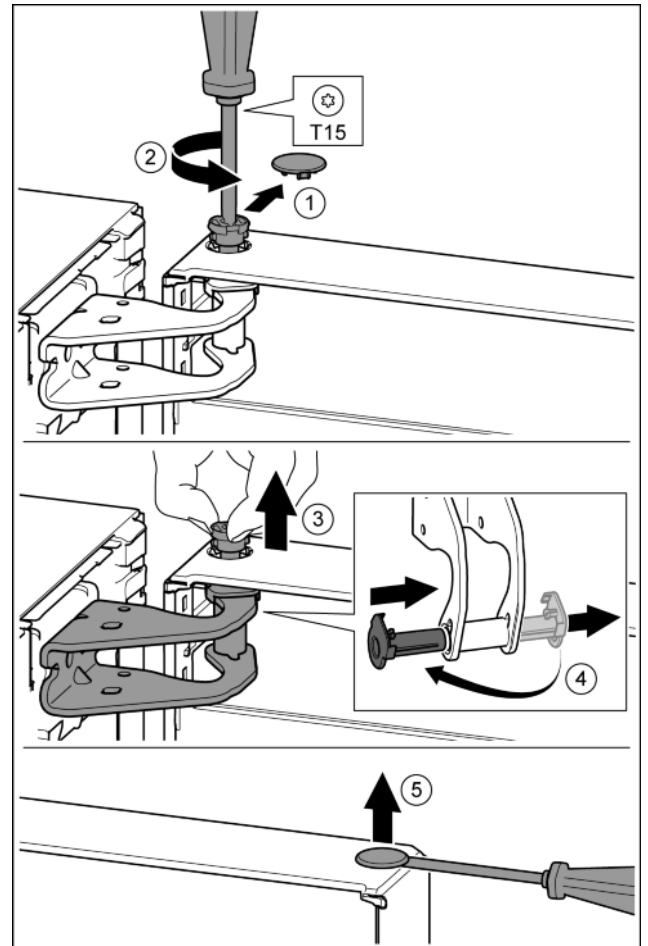

Fig. 9
- ▶ Facendo attenzione, togliere la copertura di sicurezza. Fig. 9 (1)
- ▶ Con un cacciavite T15 svitare leggermente il perno. Fig. 9 (2)
- ▶ Trattenere la porta ed estrarre il perno con le dita. Fig. 9 (3)
- ▶ Estrarre la boccia del supporto dalla guida. Inserire dall'altro lato e innestare a scatto. Fig. 9 (4)
- ▶ Con un cacciavite sollevare con attenzione i tappi dalla boccia del supporto porta ed estrarli. Fig. 9 (5)